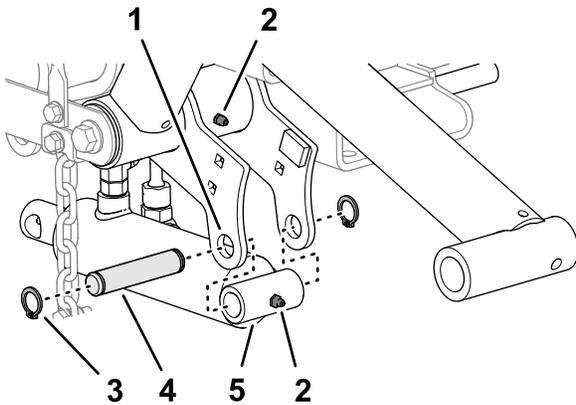

Figura 12
1. Alinhe a extremidade da tampa do cilindro de elevação com os orifícios nas flanges do braço de elevação esquerdo (Figura 12).
2. Monte o cilindro nas flanges com o pino de montagem e dois anéis de encaixe (Figura 12).
3. Aplique massa lubrificante n.º 2 à base de lítio nos bocais de lubrificação do braço de elevação e do cilindro hidráulico (Figura 12).